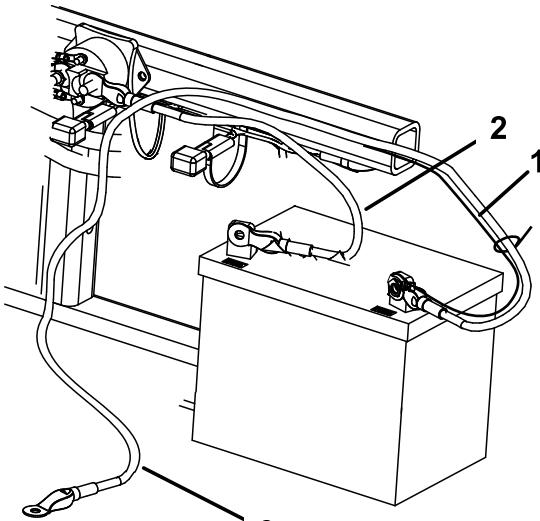

Bild 5
2. Befestigen Sie das Pluskabel (rot) mit einer Schraube ( $\frac{1}{4}$ " x  $\frac{5}{8}$ ") und einer Sicherungsmutter am Pluspol (+) (Bild 5).
3. Befestigen Sie den kleinen schwarzen Draht und das Minuskabel (schwarz) mit einer Schraube ( $\frac{1}{4}$ " x  $\frac{5}{8}$ ") und einer Sicherungsmutter ( $\frac{1}{4}$ ") an der Minusklemme (-) der Batterie (Bild 5).